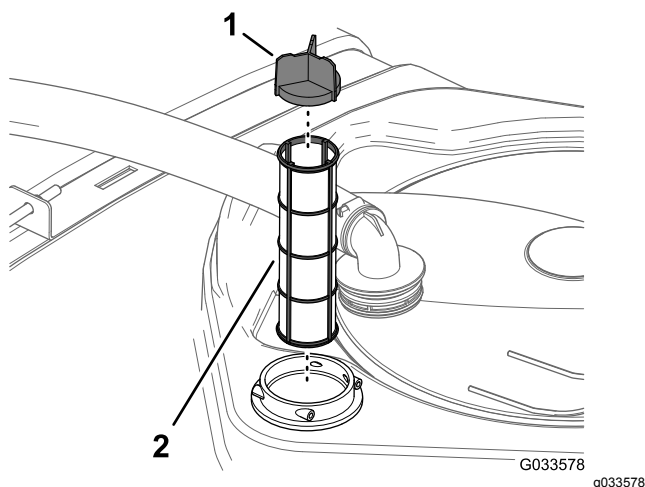

Рисунок 14
4. Извлеките фильтр линии всасывания из его корпуса в баке (Рисунок 14).